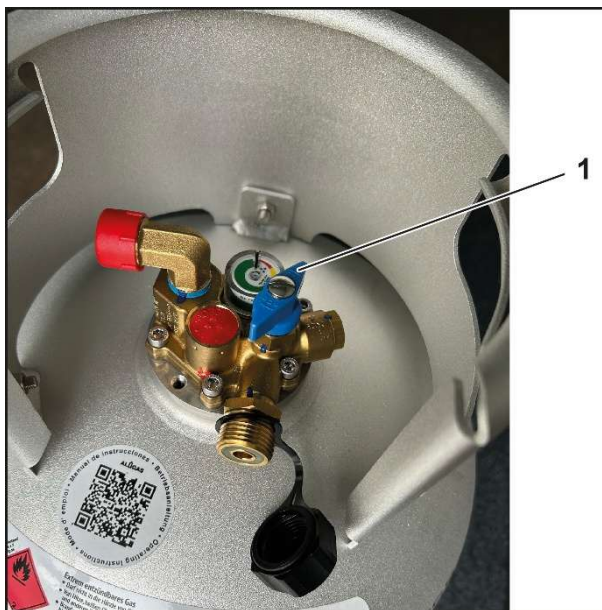

Fig. 10
1. Chiudere la valvola di intercettazione del gas (Fig. 10/1).